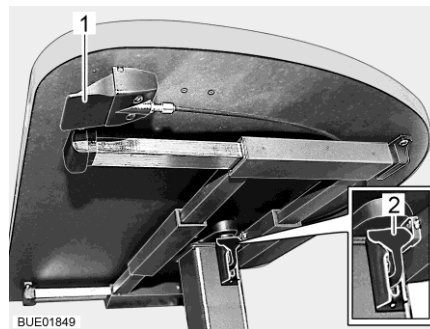

Fig. 87 Tavolo rialzabile con tasto di sblocco
- Tirare o spingere la leva di serraggio (Fig. 87,2) verso il basso.
- Premere verso l'alto la leva di serraggio (Fig. 87,2).
- Premere e tenere premuto il tasto di sblocco (Fig. 87,1). Il piano del tavolo va automaticamente verso l'alto fino al fine corsa.
- Rilasciare il tasto di sblocco (Fig. 87,1). Il piano del tavolo rimane nella posizione selezionata.
- Premere e tenere premuto il tasto di sblocco (Fig. 87,1).
- Rilasciare il tasto di sblocco (Fig. 87,1). Il piano del tavolo rimane nella posizione più bassa.